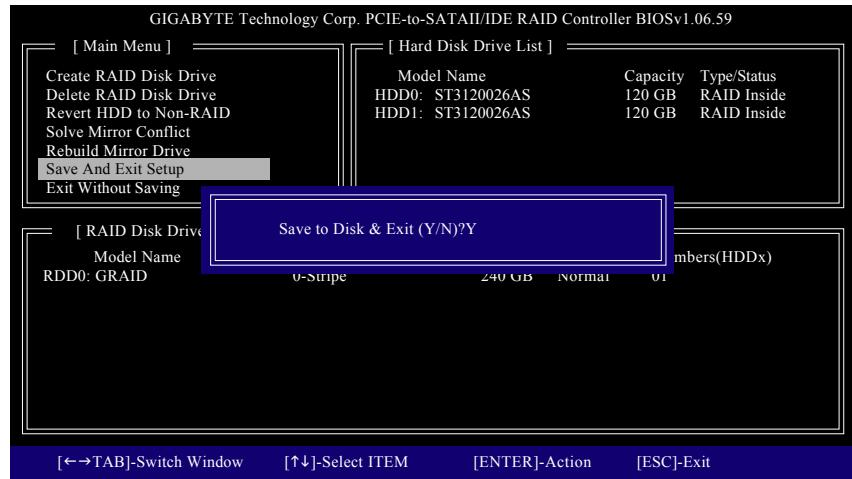

図 10
7. セットアップを保存して終了: RAID アレイを設定した後、メインスクリーンで **Save And Exit Setup** アイテムを選択し設定を保存してから RAID BIOS ユーティリティを終了し、<Y>を押します(図 10)。